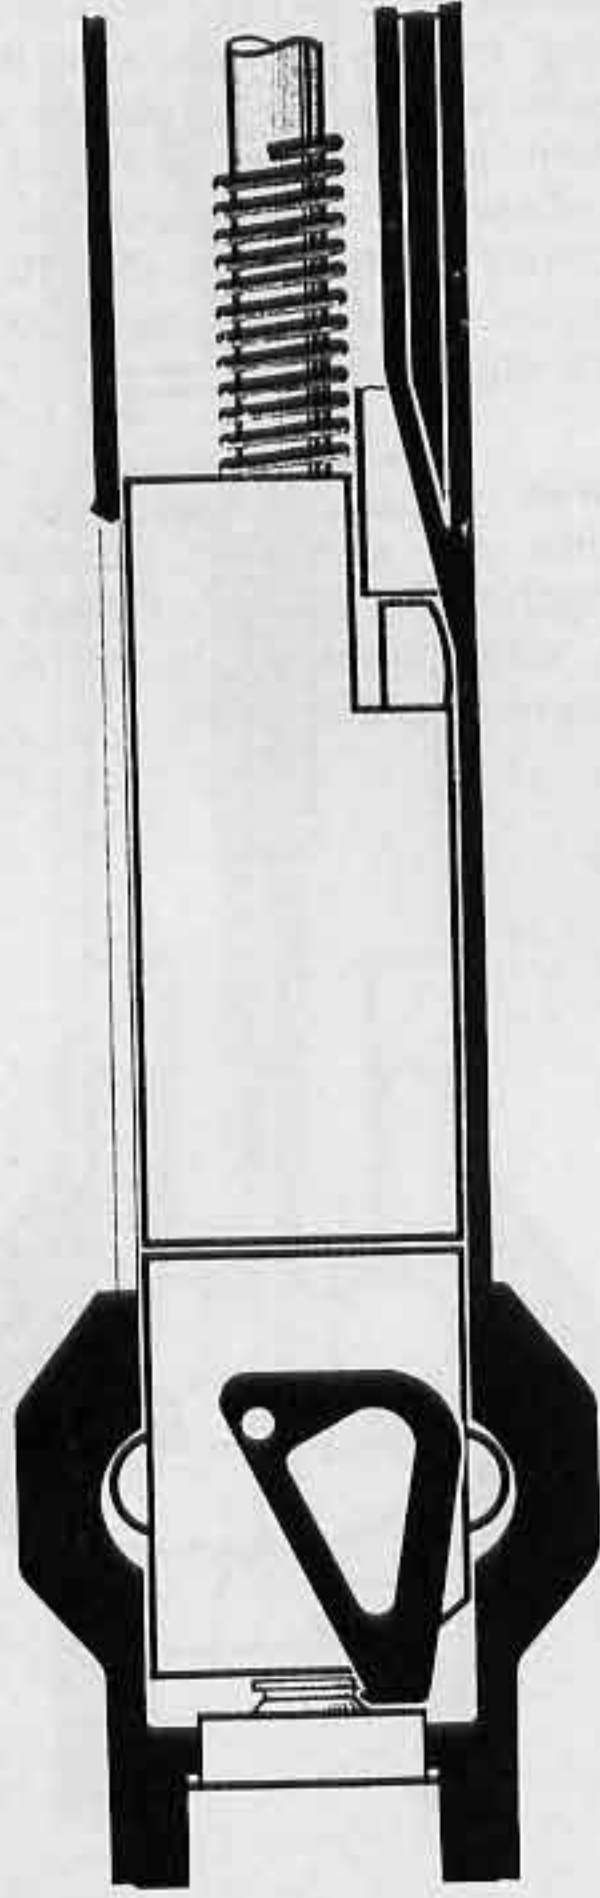

fig 19
- 21 **Pendant le recul de la culasse**, l'éjecteur glisse le long de la rainure courbe de guidage, il est tourné à droite et éjecte la douille. La came conductrice repousse le chien jusqu'à ce qu'il soit engagé à nouveau et le dispositif de détente ainsi que le ressort de fermeture sont tendus (fig 19 et 20). Le ressort du magasin pousse la cartouche suivante devant la tête de culasse.